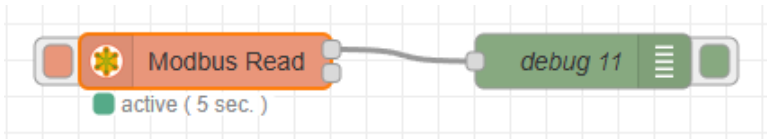

Рис. 3.12. Чтение данных с устройства по Modbus TCP
1. Добавьте узел Modbus – Read на рабочую область. Подключите его к узлу debug (см. рис. 3.12).